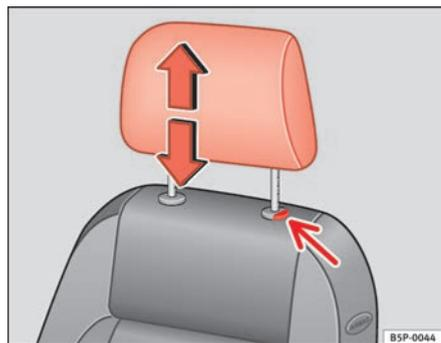

Fig. 93 Regulação ou desmontagem dos encostos de cabeça
- Premir o botão ⇒ fig. 93 (seta).